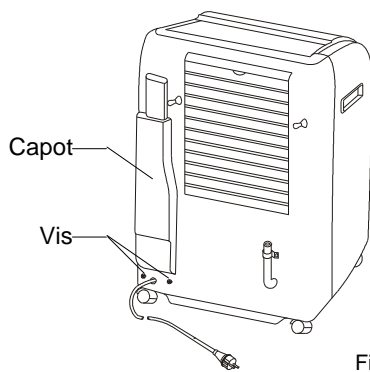

Fig. 12
3. Retirez les 2 vis à empreinte cruciforme du capot, à l'arrière de l'appareil (Fig. 12).